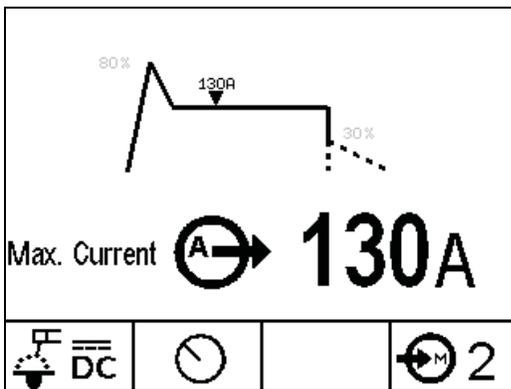

Figura B.4a
- ELECTRODO REVESTIDO (Vea la Figura B.4a)